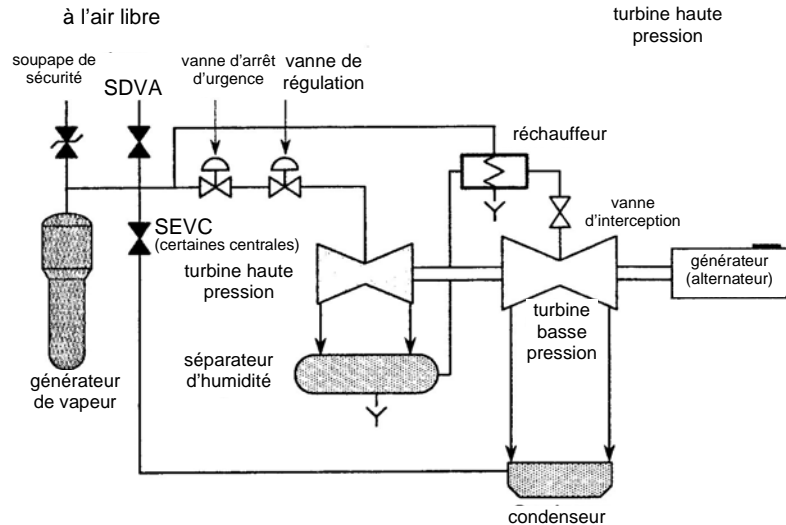

Figure 25.4
La figure 25.4 montre le schéma du circuit de vapeur et les éléments types des turbines d'une grande centrale. La soupape de sécurité protège de la surpression les organes du circuit de vapeur. La pression dans le générateur propulse la vapeur dans la turbine haute-pression (HP). La vapeur doit traverser plusieurs vannes avant d'aboutir à la turbine, notamment la vanne d'arrêt d'urgence et la vanne de régulation. En ajustant la quantité de vapeur s'écoulant vers la turbine